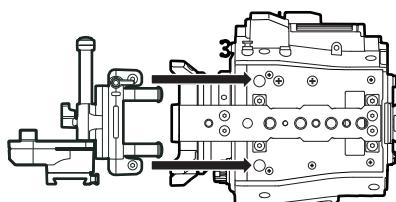

図1
- 1** スライダユニットをカメラモジュール上面のビューファインダー取り付け穴に付属ねじ（2本）で取り付ける。（図1）